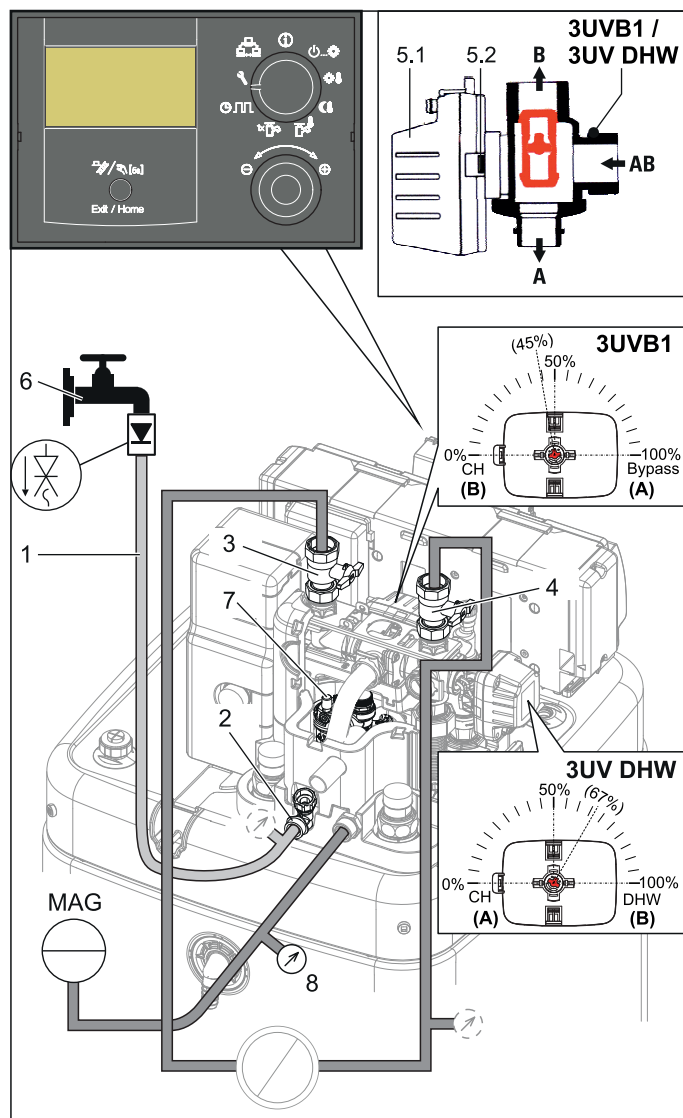

Bild 7-2 Heizungs- und Speicherladekreislauf befüllen
1. Füllschlauch (Bild 7-2, Pos. 1) mit Rückflussverhinderer und einem externen Manometer¹⁾ (bauseits) an den KFE-Hahn (Bild 7-2, Pos. 2) anschließen und gegen Abrutschen mit einer Schlauchschelle sichern.
4. Wasserhahn (Bild 7-2, Pos. 4) der Zuleitung öffnen.
5. KFE-Hahn (Bild 7-2, Pos. 2) öffnen und Manometer beobachten.
8. Wasserhahn (Bild 7-2, Pos. 4) schließen. KFE-Hahn muss offen bleiben, um den Wasserdruck am externen Manometer ablesen zu können.
11. Während des Warmwasserheizbetriebs ständig den Wasserdruck am externen Manometer prüfen und gegebenenfalls Wasser über den KFE-Hahn (Bild 7-2, Pos. 2) nachfüllen.
13. Wasserdruck am externen Manometer erneut prüfen und gegebenenfalls Wasser über den KFE-Hahn (Bild 7-2, Pos. 2) nachfüllen.
14. Füllschlauch (Bild 7-2, Pos. 1) mit Rückflussverhinderer vom KFE-Hahn (Bild 7-2, Pos. 2) entfernen.
Tab. 7-2 Legende zu Bild 7-2